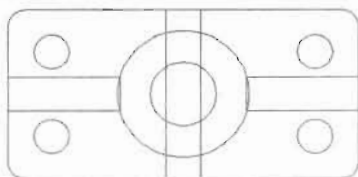

图 15-55
(9) 在命令行中输入 C 命令, 以半径为 15 的圆的圆心为圆心绘制一个半径为 7.5 的圆, 如图 15-55 所示, 命令执行过程如下。